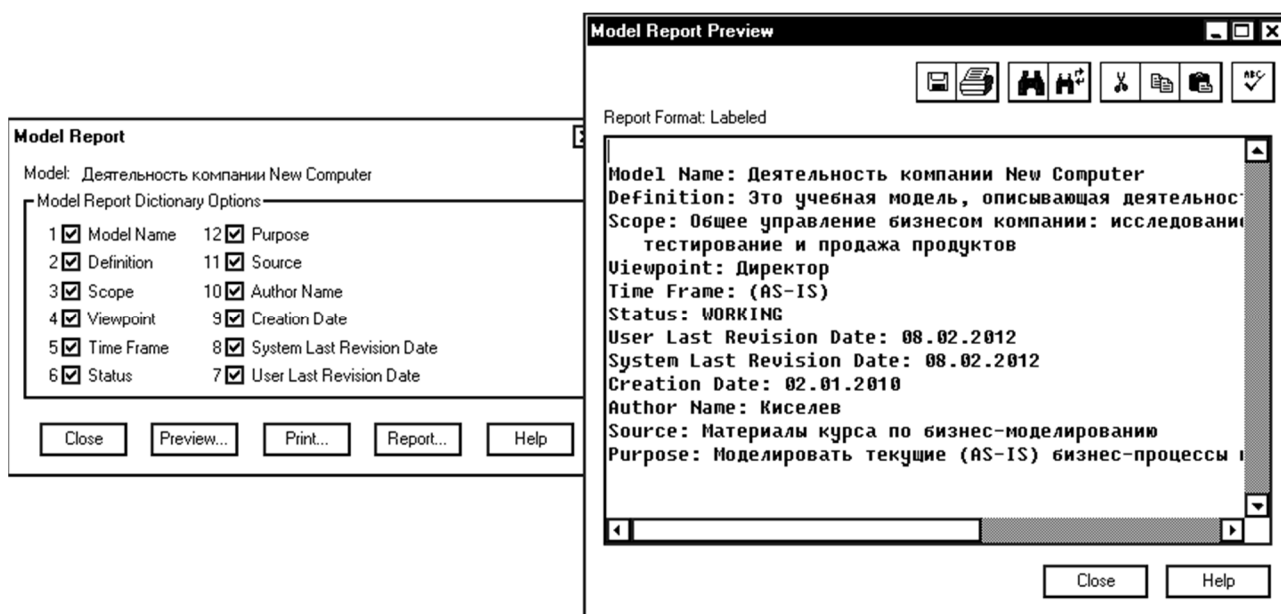

Рис. 4. Отчет по модели
29. Создайте отчет по модели (рис. 4). Меню *Tools/ Reports/ Model Report*, окно **Model Report**, отметить все флажки, кнопка **Preview**.